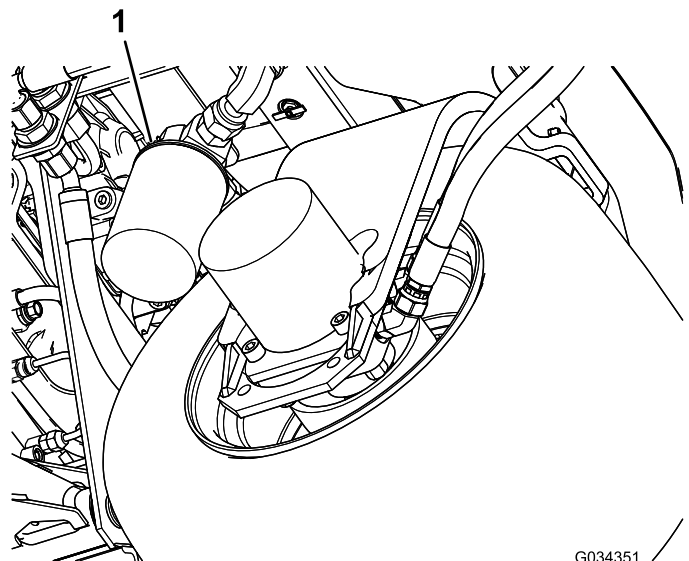

Рисунок 83
2. Очистите область вокруг места крепления фильтра. Поместите поддон под фильтр (Рисунок 83), а затем снимите фильтр.